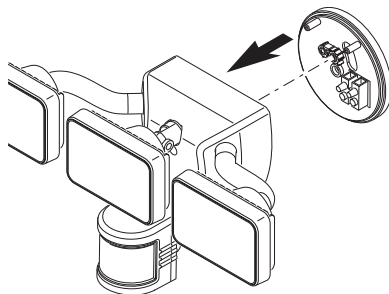

Figure 1
1. Dévissez le gros boulon de fixation reliant le luminaire à la plaque de montage et enlevez la plaque de montage (voir la Figure 1). Le boulon de montage est conçu pour demeurer dans le luminaire.